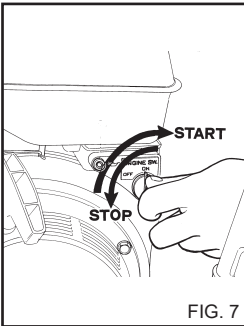

FIG. 7
- 3) Anbring motorens omkobler i positionen ON (fig. 7).
a) Anbring motorens omkobler i positionen OFF. (fig. 7).